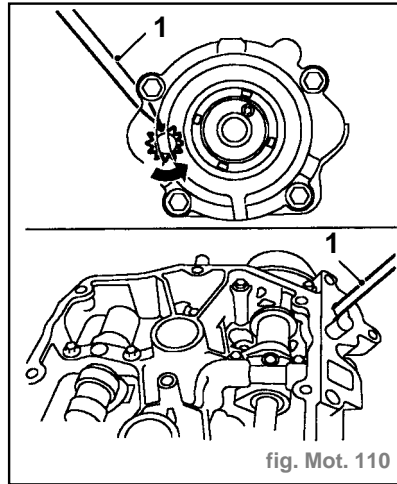

fig. Mot. 110
- A l'aide d'un tournevis (1), faire tourner l'arbre de commande aussi loin que possible dans le sens inverse des aiguilles d'une montre (observé de l'avant du support d'arbre à cames) (fig. Mot. 110).